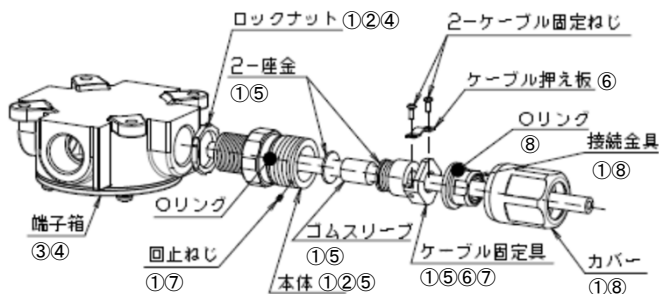

図 2
(図2：ZCGS-22B(星和電機製)の例です)
- ① ケーブルグラントを図2のとおり分離し、ケーブルをケーブルグラントに「カバー→接続金具→ケーブル固定具→座金→ゴムスリーブ→座金→本体→ロックナット」の順に通します。